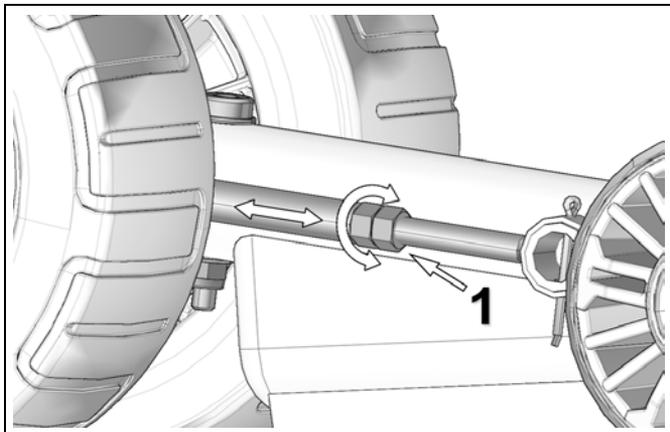

Abbildung 29
Gegenmutter (1) lösen und Einstellmutter zur Einstellung der Kettenspannung drehen. Siehe Abbildung 29.